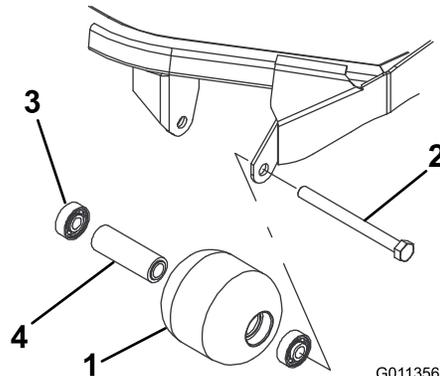

Figura 17
1. Rimuovete il bullone di fissaggio del rullo (Figura 17).
4. Verificate la presenza di eventuali danni sull'alloggiamento, sui cuscinetti e sul distanziale del cuscinetto del rullo (Figura 17). Sostituite i componenti danneggiati e procedete con il montaggio.
1. Montate il primo cuscinetto premendolo nell'alloggiamento all'interno del rullo (Figura 17). Premete soltanto sulla pista esterna o, in misura uguale, sulla pista interna ed esterna.
2. Inserite il distanziale (Figura 17).
3. Spingete il secondo cuscinetto nell'alloggiamento all'interno del rullo (Figura 17) premendo in misura uguale sulla pista interna ed esterna, fino a quando la prima pista non tocca il distanziale.